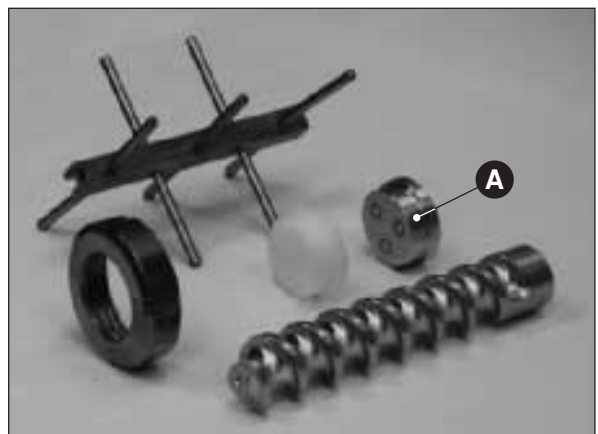

Fig. 15
6.2 NETTOYAGE DU MALAXEUR, DE LA VIS DE SELECTION, DE LA DOUILLE ET DE LA FILIERE (Fig. 15)
Enlever les résidus de pâte en nettoyant les pièces sous un jet d'eau, et utiliser éventuellement une petite brosse humide ou une palette en plastique. Ces pièces peuvent lavées plus énergiquement dans un lave-vaisselle. Rincer le malaxeur puis l'essuyer, et de même pour la vis de sélection et la douille. Les remonter ensuite sur la machine. La filière (**Fig. 15 A**) doit être immergée dans un récipient rempli d'eau pendant tout le temps où elle reste inutilisée.